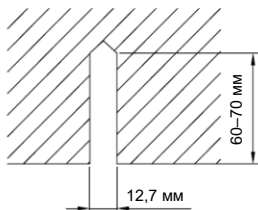

Рис. 6
- (2) Завинтите винты в потолок, который способен удерживать вес блока. Обозначьте места для винтов по установочному шаблону. При помощи ударной дрели просверлите отверстия диаметром 12,7 мм. (Рис. 6)